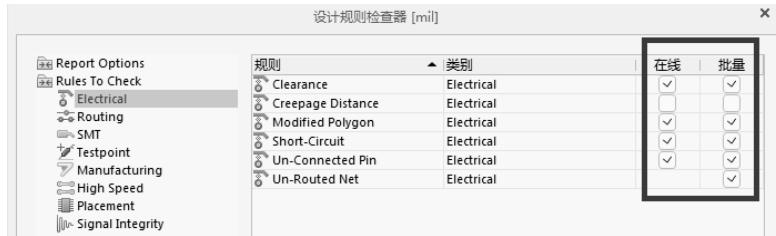

图 13-55 设计规则检查器
(1) 按快捷键“TD”，打开设计规则检查器，勾选需要检查的规则项，一般把“在线”和“批量”都进行打开，如图 13-55 所示。